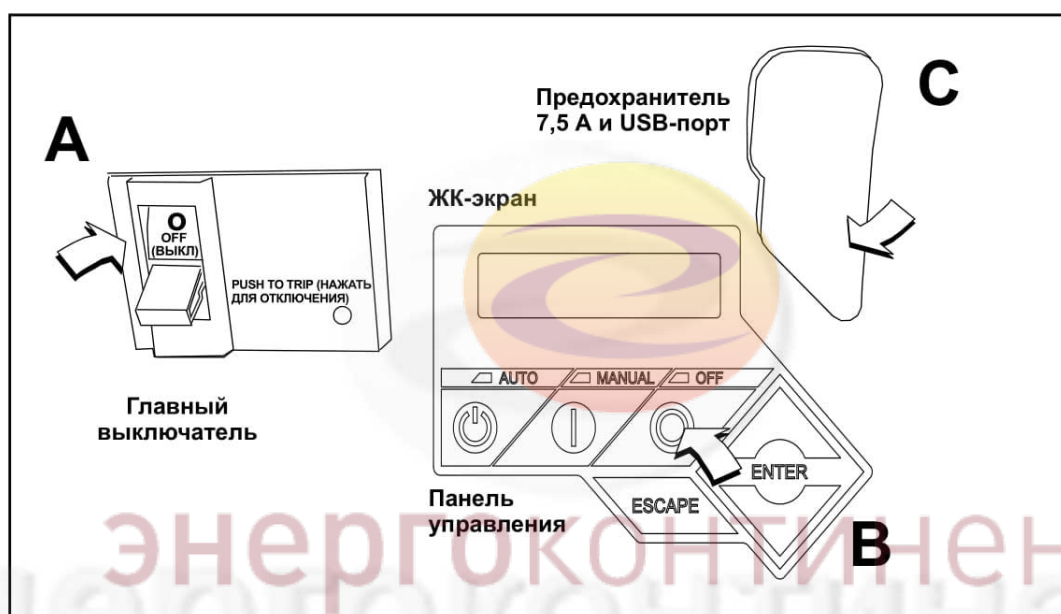

Рис. 5-5. Панель управления генератора
2. Переведите главный выключатель вниз в положение OFF (ВЫКЛ) (Разомкнутое положение). См. пункт «А» на Рис. 5-5.
3. Нажмите OFF (ВЫКЛ) на панели управления. Сработает красный светодиод, подтверждающий выключение системы. См. пункт «В» на Рис. 5-5.
5. Приподнимите защитный резиновый клапан, покрывающий держатель для предохранителя, и извлеките предохранитель 7,5 А. См. пункт «С» на Рис. 5-5.